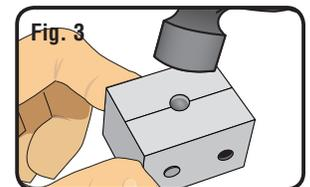

Fig. 3
5. Leave axle in place and lay Shaper on its back with axle head positioned up. Hold tool together and strike axle head firmly with a hammer 2-3 times (**Fig. 3**). This will square the axle head to the axle shaft.
5. Laisser l'essieu en place et posez former sur son dos avec le tête d'essieu positionné vers le haut. Maintenir l'outil ensemble et grève le tête d'essieu fermement avec un marteau 2-3 reprises (**Fig. 3**). Ce carré sera le tête d'essieu à l'arbre d'essieu.